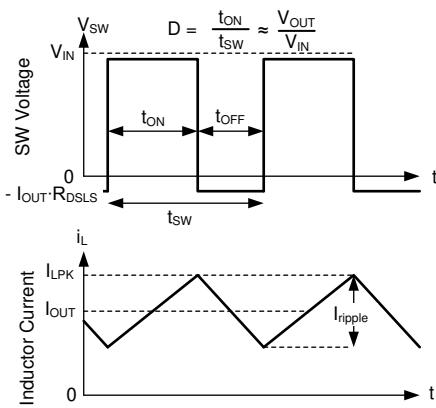

図 8-22. 連続モード (CCM) における SW 電圧とインダクタ電流の波形
本デバイスの以下の動作の説明は、セクション 8.2 と以下の波形 (図 8-22) を参照しています。CCM では、本デバイスは、内蔵ハイサイド (HS) およびローサイド (LS) NMOS スイッチを各種デューティ・サイクル (D) でオンにすることで、出力電圧のレギュレーションを実現します。HS スイッチのオン時間の間、SW ピンの電圧 (V_{SW}) は V_{IN} の付近までスイングし、インダクタ電流 (i_L) は線形的な傾きで増加します。HS スイッチは、制御ロジックによってオフにされます。HS スイッチのオフ時間 (t_{OFF}) の間、LS スイッチはオンにされます。インダクタ電流は LS スイッチを通して放電され、LS スイッチの両端の電圧降下によって V_{SW} をグランドの下まで強制的にスイングさせます。一定の出力電圧を維持するため、コンバータ・ループはデューティ・サイクルを調整します。D は、HS スイッチのオン時間をスイッチング周期で割った値として次のように定義されます。